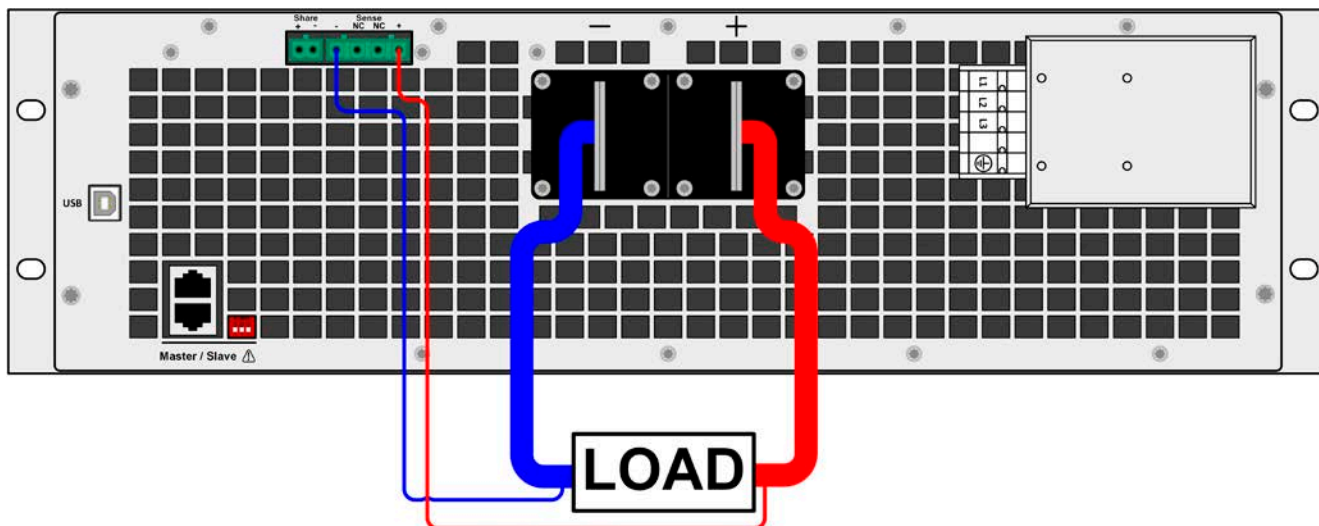

Рисунок 8 - Пример соединения удалённой компенсации
- Удалённая компенсация напряжения эффективна только при режиме постоянного напряжения (CV) и для других режимов работы, вход sense должен быть отключен по возможности, тогда как его подключение ведёт к увеличению колебаний.
- Кабели sense должны быть подключены + к + и - к - нагрузки, в противном случае sense вход источника питания будет поврежден. Смотрите рисунок 8 ниже.